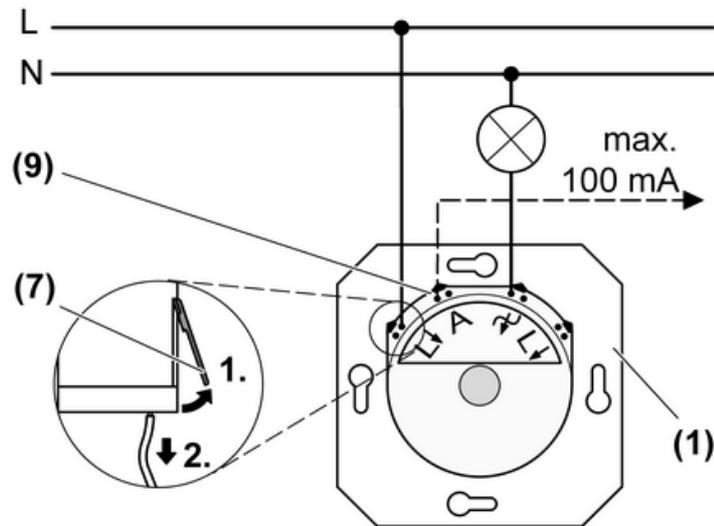
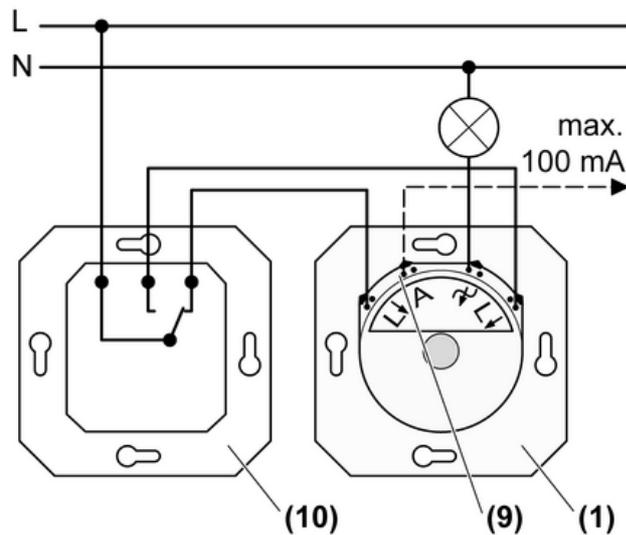

Bild 2: Anschlussplan
Bild 3: Wechselschaltung
- Steuerausgang **A** (9) (Bild 2) zur Ausgabe des Schaltzustands des Geräts für Netzabschaltautomaten oder Relais
- Dimmer (1) gemäß Anschlussplan anschließen (Bild 2). Alternativ mit Wechselschalter (10) installieren (Bild 3).
- ⓘ Anschlussleitung aus Steckklemme lösen (7).